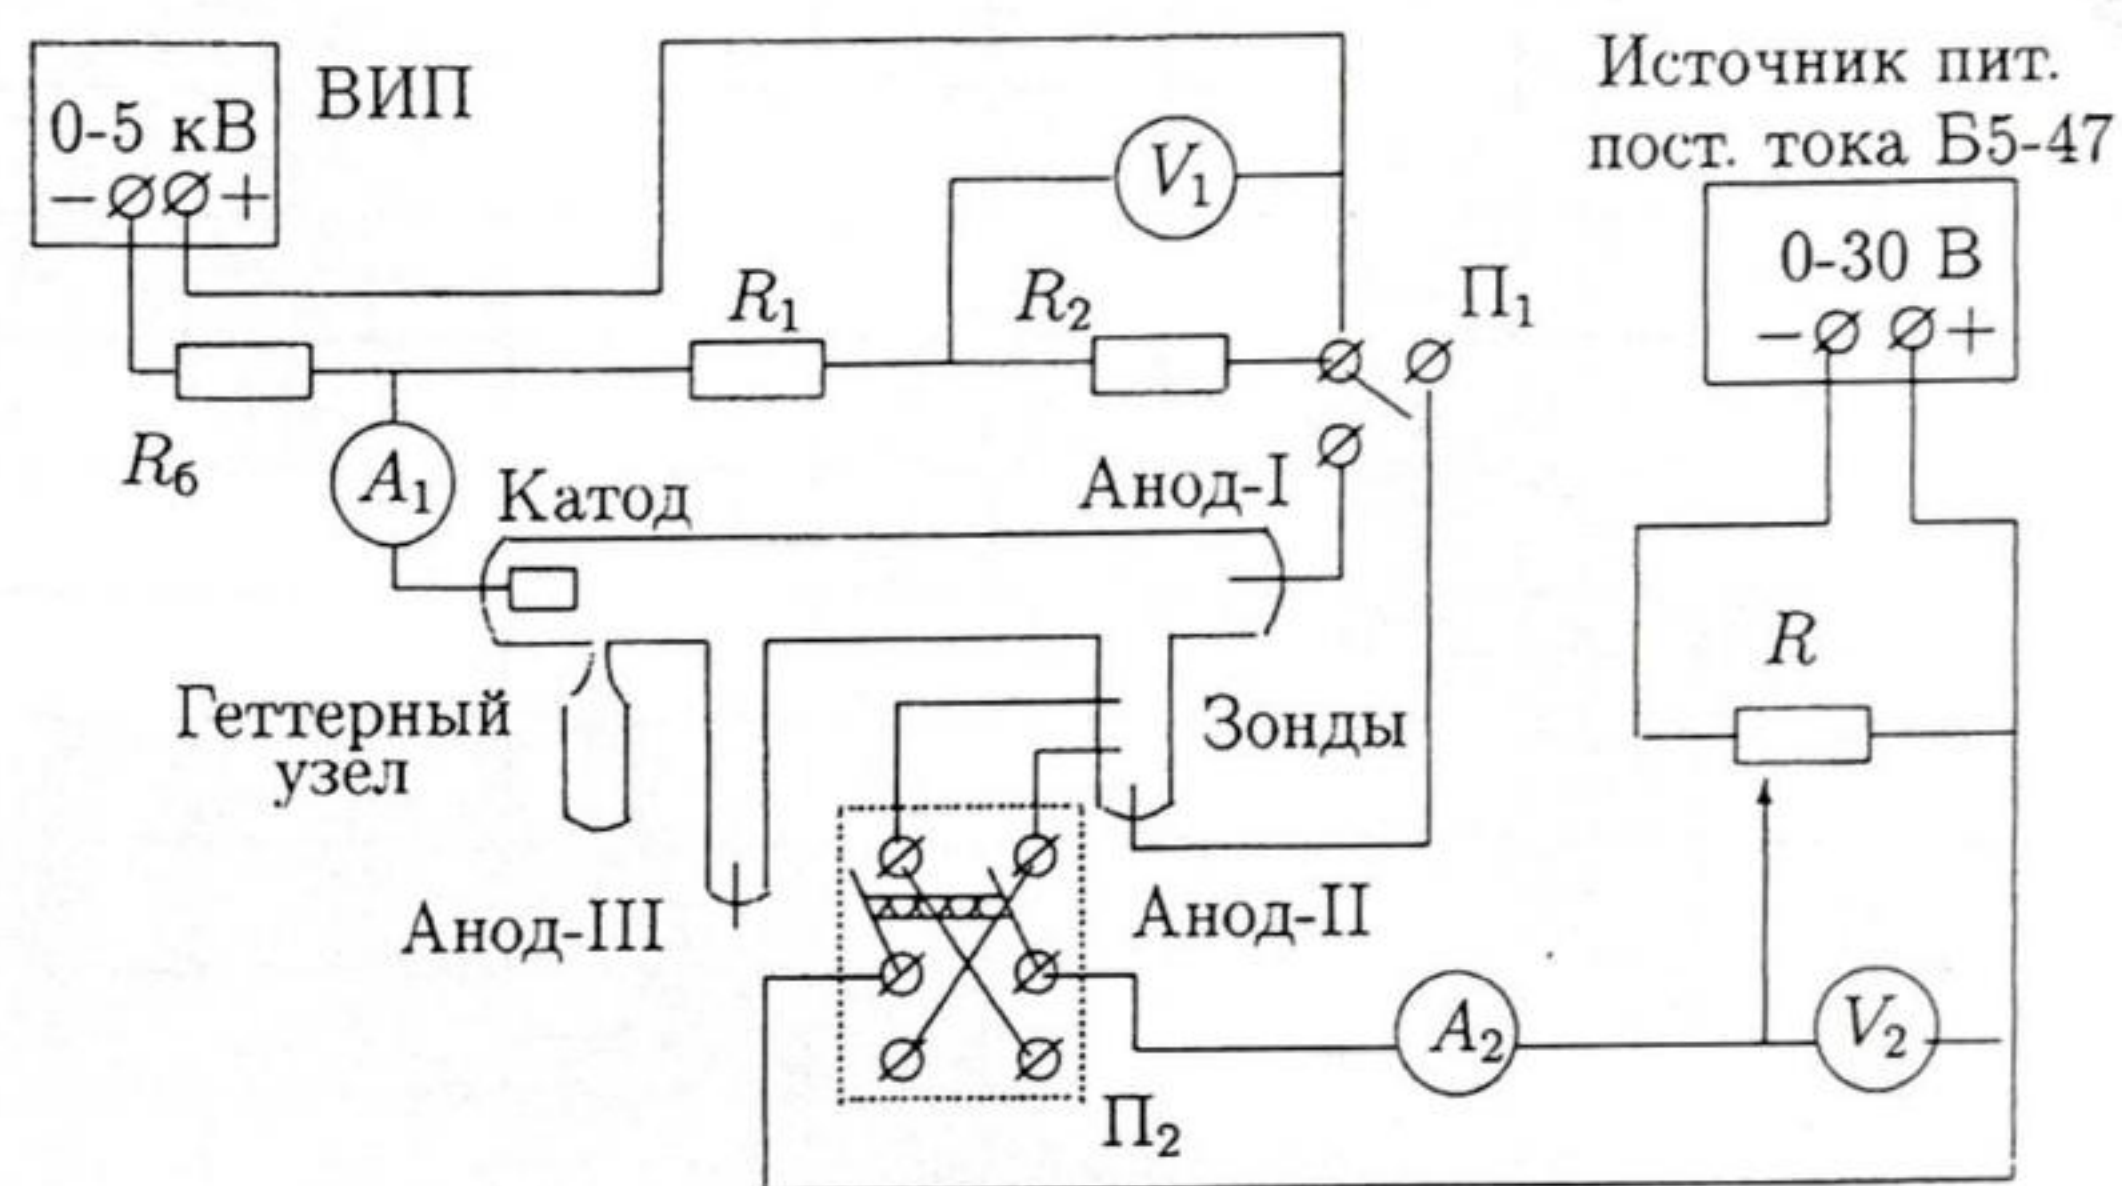

Рис. 1. Схема установки для исследования газового разряда
**Экспериментальная установка.** Схема установки для исследования плазмы газового разряда в неоне представлена на рис. 1. Стеклянная газоразрядная трубка имеет холодный (ненагреваемый) полый катод, три анода и геттерный узел — стеклянный баллон, на внутреннюю поверхность которого напылена газопоглощающая плёнка (геттер). Трубка наполнена изотопом неона  $^{22}\text{Ne}$  при давлении 2 мм рт. ст. Катод и один из анодов (I или II) с помощью переключателя  $\Pi_1$  подключаются через балластный резистор  $R_6$  ( $\sim 450$  кОм) к регулируемому высоковольтному источнику питания (ВИП) с выходным напряжением до 5 кВ. Катод и один из анодов (I или II) с помощью переключателя  $\Pi_1$  подключаются через балластный резистор  $R_6$  ( $\sim 450$  кОм) к регулируемому высоковольтному источнику питания (ВИП) с выходным напряжением до 5 кВ.